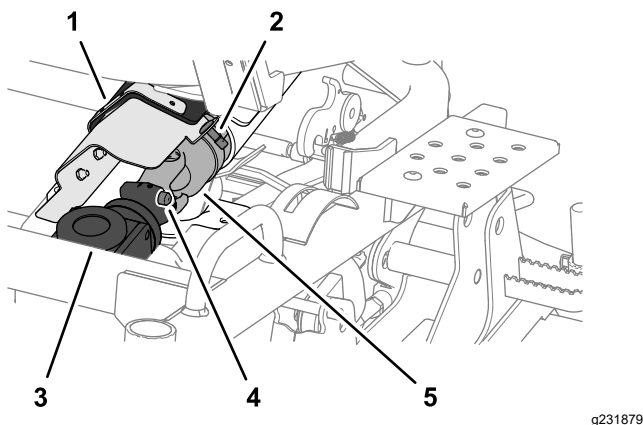

Figura 112
1. Rode o fixador de um quarto de volta e abra a cobertura da junta universal da cobertura da correia (Figura 112).
- Desligue a extremidade frontal do veio da transmissão da caixa de velocidades da plataforma do cortador pressionando o pino de mola e, em seguida, empurrando a extremidade do veio da transmissão para trás (Figura 112).
- Alinhe as estrias da junta universal do veio da transmissão com as estrias no acoplamento da caixa de velocidades; consulte Figura 112 em Desligar o veio da transmissão da caixa de velocidades da plataforma do cortador (página 75).
- Pressione o pino de mola e, depois, empurre a extremidade do veio da transmissão para a frente; consulte Figura 112 em Desligar o veio da transmissão da caixa de velocidades da plataforma do cortador (página 75).
- Solte o pino de mola e verifique se a junta universal do veio da transmissão está bloqueado na caixa de velocidades da plataforma do cortador; consulte Figura 112 em Desligar o veio da transmissão da caixa de velocidades da plataforma do cortador (página 75).
- Feche a cobertura da junta universal e prenda-a na cobertura da correia com o fixador de quarto de volta; consulte Figura 112 em Desligar o veio da transmissão da caixa de velocidades da plataforma do cortador (página 75).